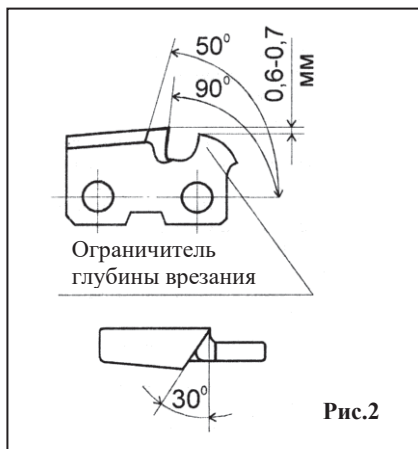

Рис.2
- рекомендуемые угловые параметры строгачных звеньев (резцов) и снижение ограничителей глубины врезания приведены на рис. 2;